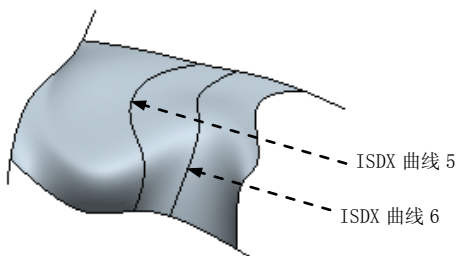

图 8.5.8 设置内部控制曲线
③ 在“造型：曲面”操控板中，在操控板中单击 **参考** 选项卡，在弹出的界面中单击 **内部** 下面的区域，然后按住 Ctrl 键，选取 ISDX 曲线 6；这样 ISDX 曲线 6 和 ISDX 曲线 5 同时成为 ISDX 曲面的内部控制曲线，如图 8.5.8 所示。